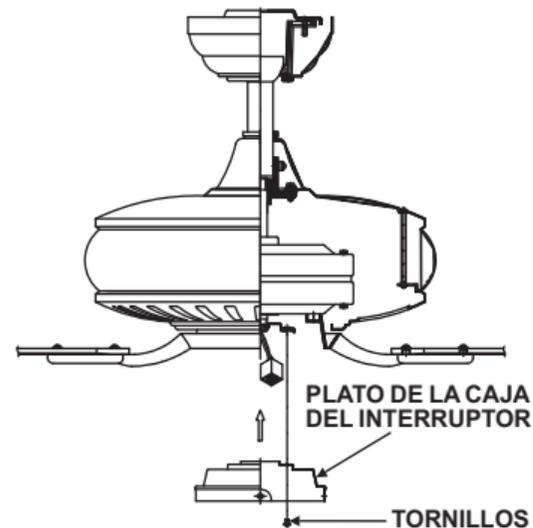

Fig 17
Paso 1. Quite los tornillos del plato de la caja del interruptor, acerque la caja del interruptor al plato de la caja del interruptor, alinee los conectores de plástico de la caja del interruptor con los dos conectores firmemente. (Fig. 17) Asegure que los conectores queden bien conectados y que ningún alambre quede salido fuera del conector de plástico.